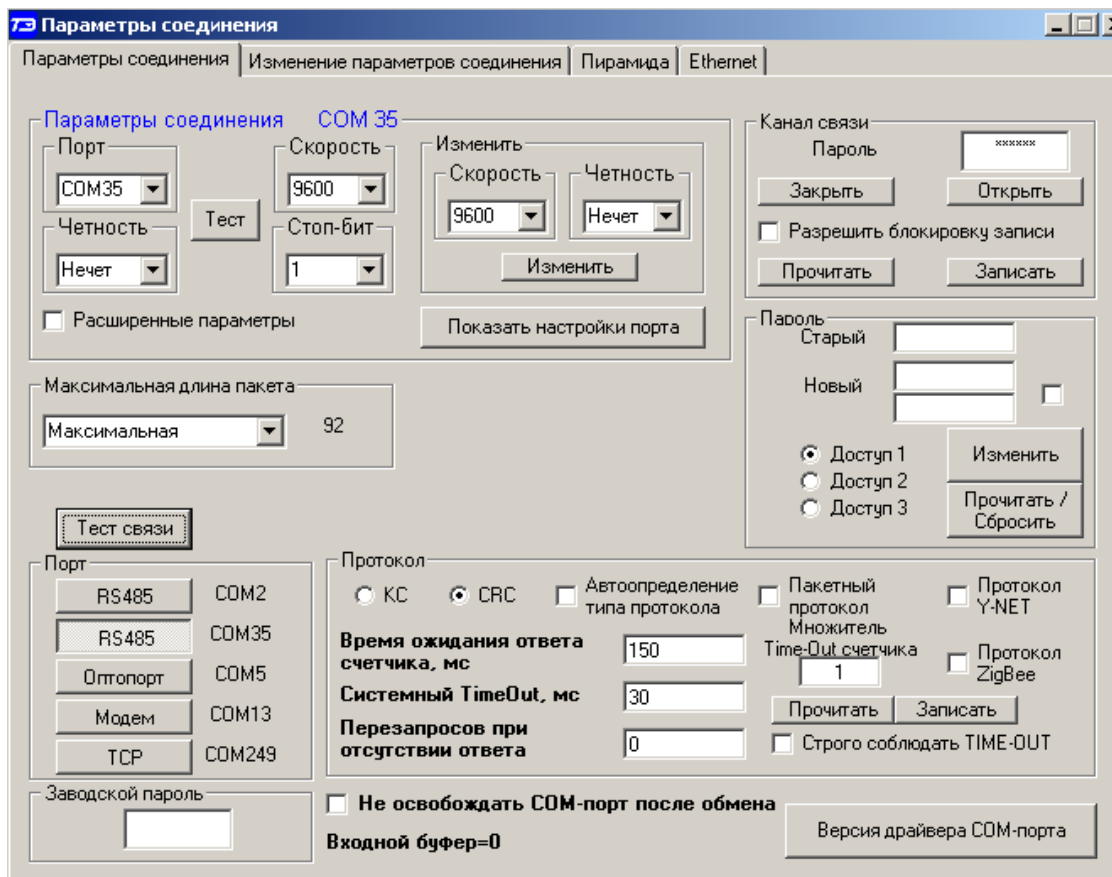

Рисунок 2 – Форма «Параметры соединения»
Установить коммуникационные параметры configurатора посредством формы «Параметры соединения» (рисунок 2). Для чего:
2.6 Для работы через оптический интерфейс подключить счетчик к компьютеру по схеме, приведенной на рисунке Б.2 приложения Б. Установить коммуникационные параметры конфигуратора посредством формы «Параметры соединения» (рисунок 2). Для чего:
2.7.3 Для установления связи и работы со счетчиком через интерфейс Ethernet на форме «Параметры соединения» конфигуратора (рисунок 2) нажать кнопку «ТСР» в группе элементов «Порт». При этом открывается форма «ТСР», вид которой приведен на рисунке 4. Конфигуратор, посредством формы «ТСР», может работать в режиме клиента или сервера ТСР/IP.